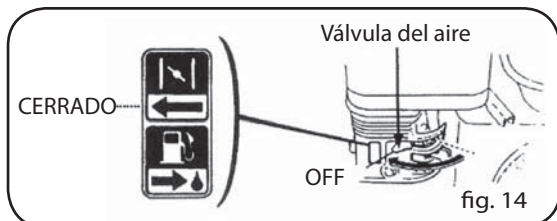

fig. 14
2. Coloque la palanca de la válvula del aire en posición "CERRADO" (Fig. 14).